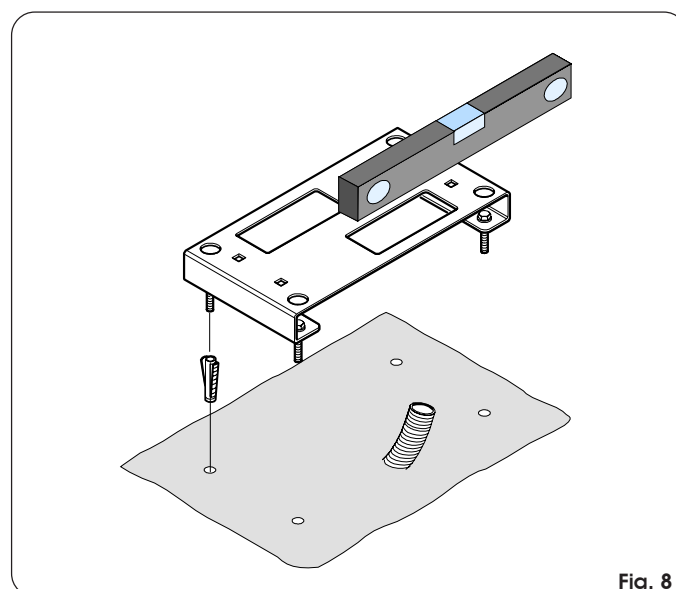

Fig. 8
- 2) Fije la placa de cimentación al pavimento utilizando los adecuados tacos (Fig. 8) previendo una o más vainas para el paso de los cables eléctricos a través de la placa (Fig. 6-7 Ref. a). Compruebe con un nivel que la placa esté perfectamente horizontal.